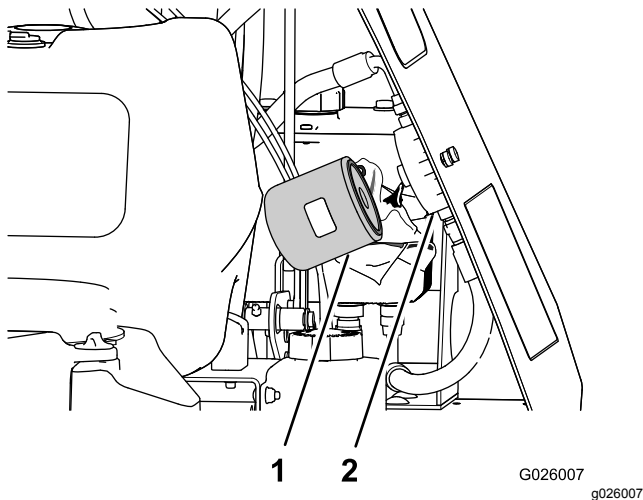

Figura 63
- Gire el filtro hidráulico auxiliar en sentido antihorario y retírelo de la base de su adaptador (Figura 63). Deje que se drene el fluido.
- Para instalar el filtro, gírelo en sentido horario en el adaptador del filtro hasta que la junta entre en contacto con el adaptador, luego apriete el filtro entre $\frac{2}{3}$ y $\frac{3}{4}$ de vuelta más (Figura 63).